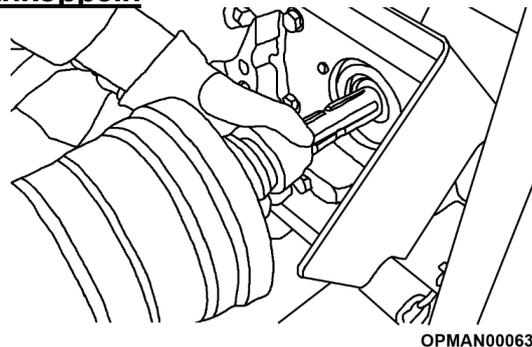

Abbildung 4.18 - Anbau der Eingangszapfwelle an der Zugmaschine
- 4.5.1.4 Schieben Sie die Antriebsgabel auf die Ausgangszapfwelle der Zugmaschine, lösen Sie den Sicherungsring und positionieren Sie die Antriebsgabel so, dass die Schließringe auf der Ausgangszapfwelle der Zugmaschine sitzen, siehe Abbildung 4.18.